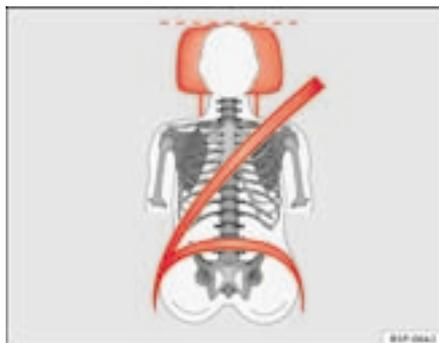
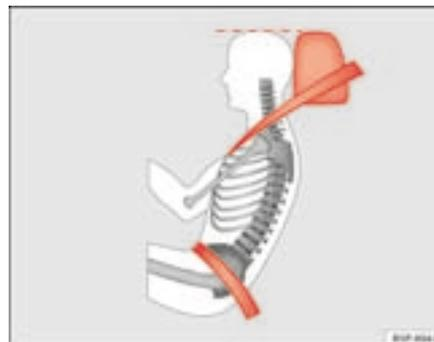

Abb. 84 Von vorne betrachtet: richtig eingestellte Kopfstütze und korrekter Gurtbandverlauf
Abb. 85 Von der Seite betrachtet: richtig eingestellte Kopfstütze und korrekter Gurtbandverlauf
- Stellen Sie die Kopfstütze so ein, dass die Oberkante der Kopfstütze sich auf einer Höhe mit dem oberen Teil Ihres Kopfes befindet ⇒ Abb. 84 und ⇒ Abb. 85.